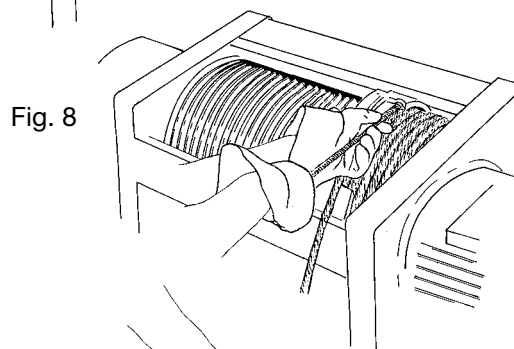
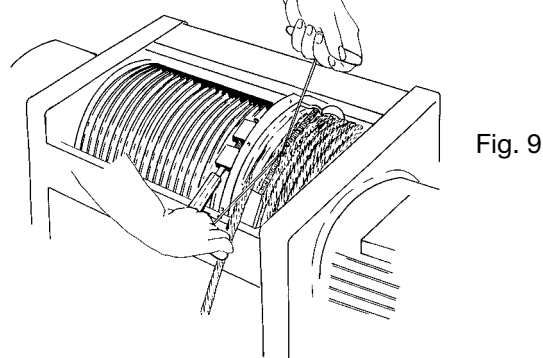
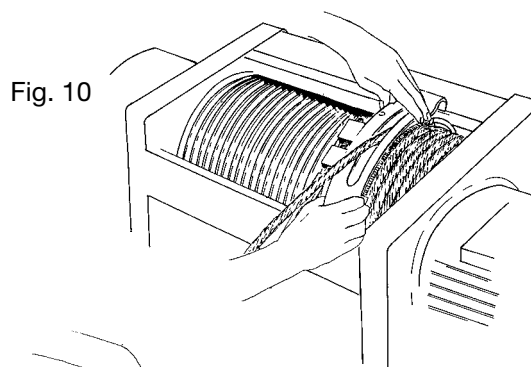
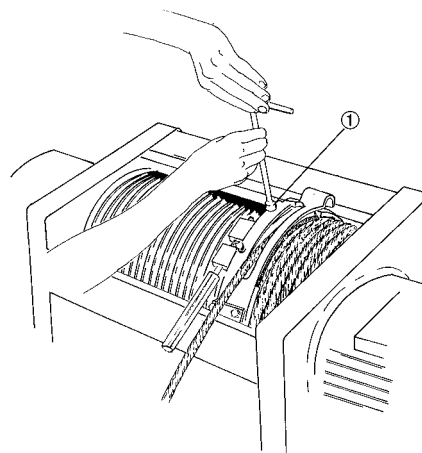

Fig. 8
Fig. 9
Fig. 10
Fig. 11
Monter wirespændings-fjederen i den særlige åbning inde i ringen (fig. 8) og luk den ved at påhægte den (fig. 9). Sæt wireførringsglideskoen på (Fig. 10) og stram skruerne pos. 1 (Fig. 11).